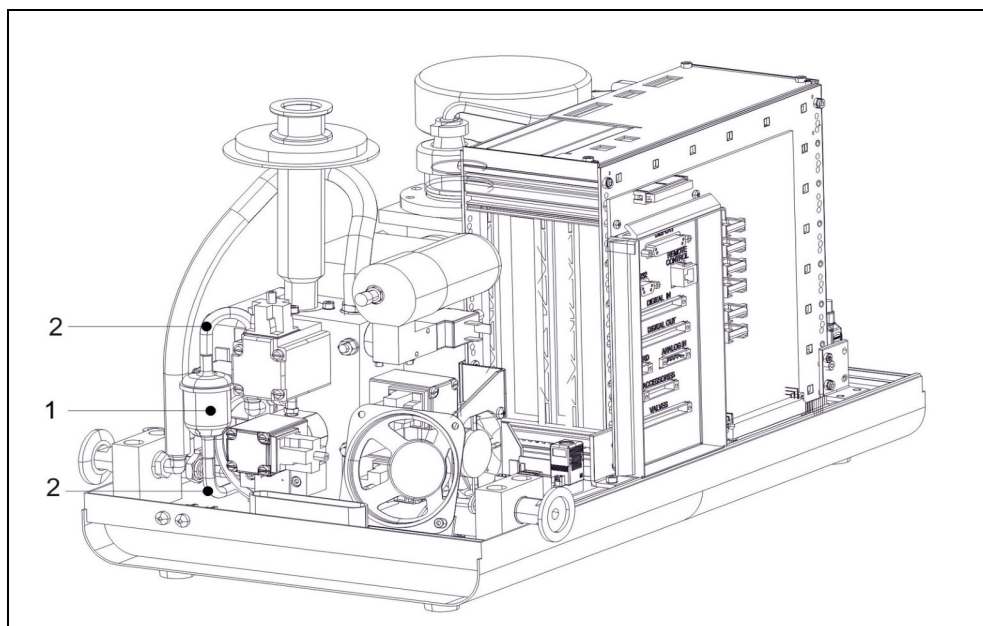

図 7-8 Modul1000 ベントフィルタの交換
- ベントフィルタを取り外すために、クイックコネクタカップリングからフィルタのホース接続を切り離します。クイックコネクタカップリングの外側のリングを押すことで、ホースを引き抜くことができます。設置位置は図 7-8 を参照してください。